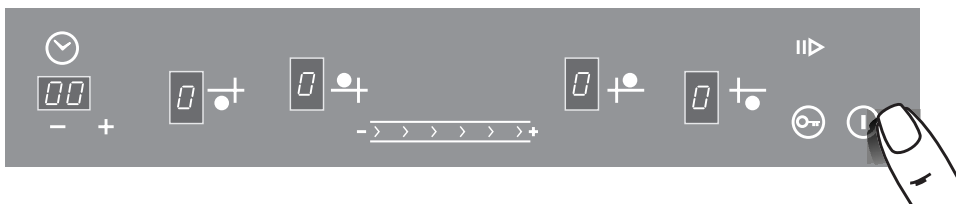

Рис.11
Коснуться зоны со знаком «①». Во всех окнах индикации конфорок загорится «0» (рис. 11).